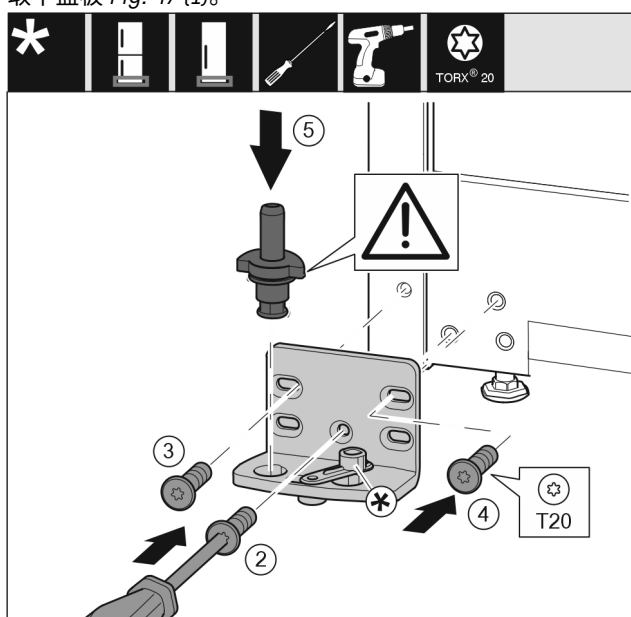

Fig. 48 *
- ▶ 将托架安装到另一侧，并借助螺丝刀旋紧。用螺钉 Fig. 48 (2) 从底部的中心开始。*
- ▶ 拧紧螺钉 Fig. 48 (3) 和螺钉 Fig. 48 (4)。*
- ▶ 将轴承螺栓 Fig. 48 (5) 完全装入。同时注意止动凸轮需指向后方。*